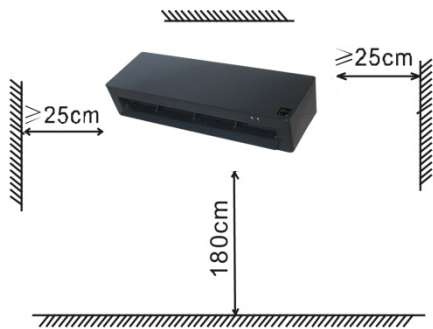

Figura 1
1. Preparar el espacio necesario para instalar el aparato (figura 1).